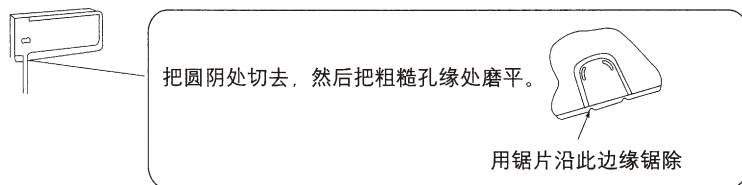

图 8
- (2) 如铜管是从左边或下边引出时, 应扳去左边的出管板, 或把下盖板上如下图所示部位锯除, 然后把铜管塞进。(图 8)